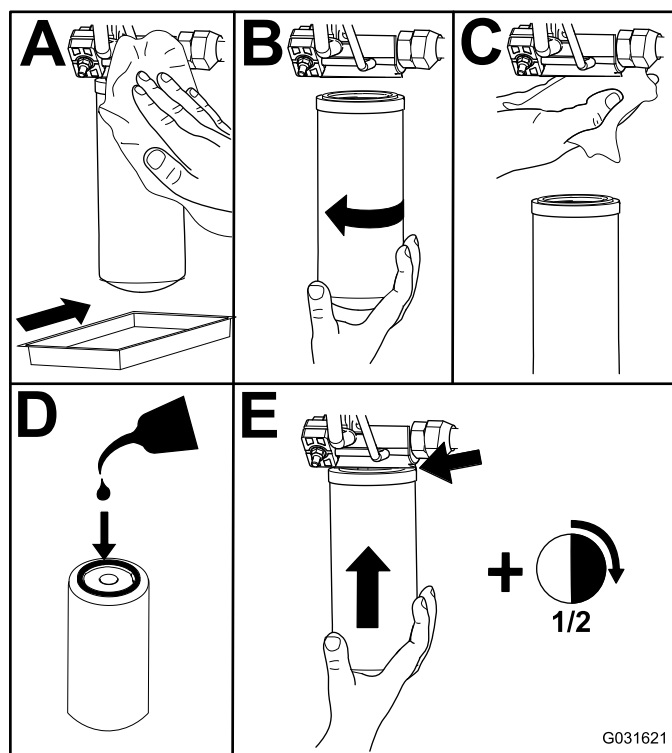

Figura 98
2. Substitua os filtros hidráulicos (Figura 98).